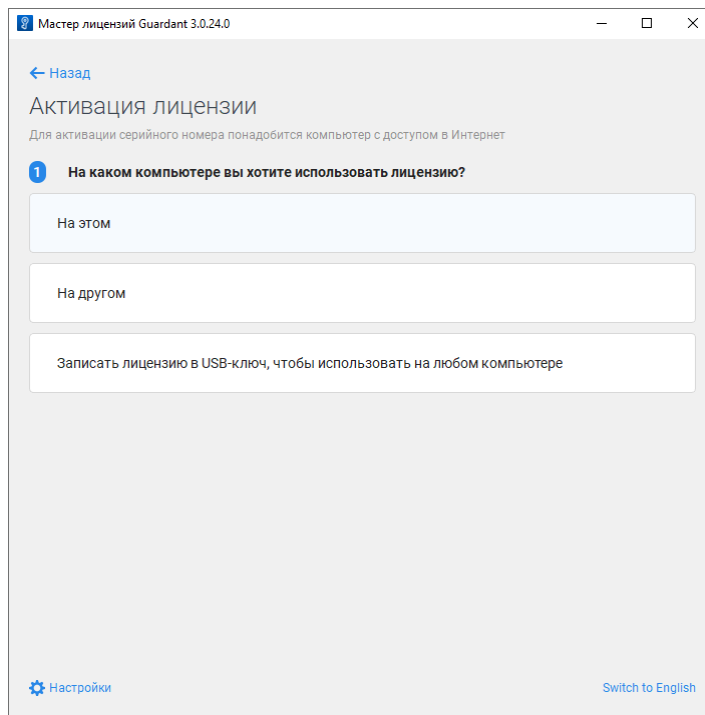

Рис. 9 Переход к активации лицензии на текущем компьютере
5. Нажмите кнопку «На этом», см. Рис. 9.